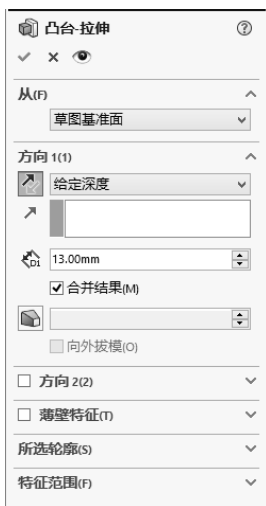

图 1-43 “凸台-拉伸”属性管理器 2
**06** 拉伸实体 2。选择菜单栏中的“插入”→“凸台/基体”→“拉伸”命令，或者单击“特征”控制面板中的“拉伸凸台/基体”按钮，此时系统弹出“凸台-拉伸”属性管理器。设置拉伸终止条件为“给定深度”，输入拉伸距离为 13.00mm，单击“反向”按钮，调整拉伸方向，如图 1-43 所示，然后单击“确定”按钮，结果如图 1-44 所示。